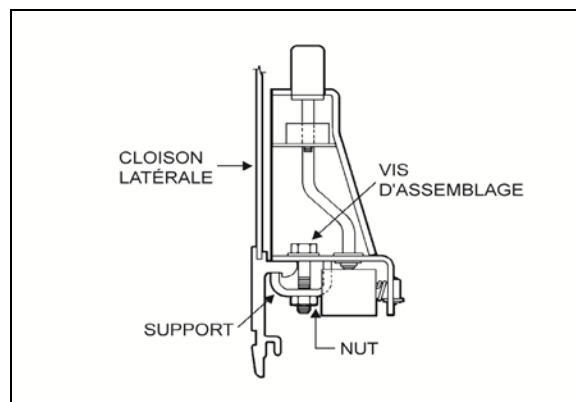
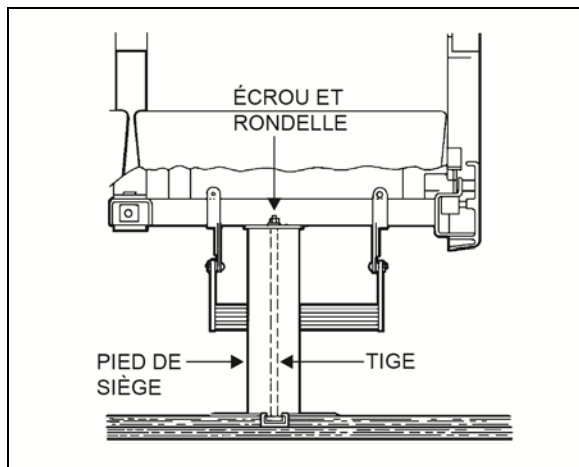

FIGURE 36: FIXATION AU MUR
FIGURE 37: SOCLE DE SIÈGE 18107
4. Retirer les deux vis d'assemblage, les deux écrous et les deux rondelles qui fixent le châssis de siège au mur et retenir les deux supports. Voir les Figure 36 et Figure 37.